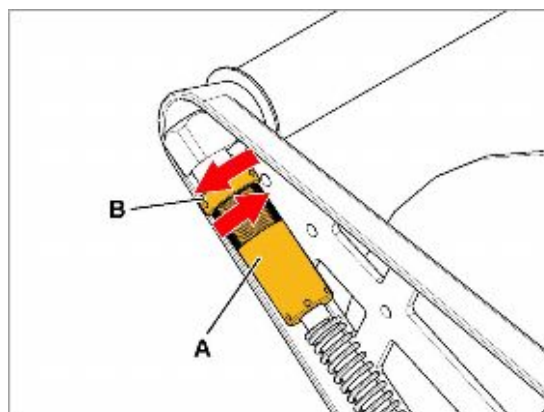

Рис. 36. Регулировка силы восстановления пружины плавающего рычага на 400-мм размотчике
1. Ослабьте стопорное кольцо (Рис. 36В). Для этого, удерживая регулировочное кольцо (Рис. 36А), поворачивайте стопорное кольцо в направлении, обратном стрелке на рисунке.
2. Чтобы *увеличить* силу восстановления пружины, поворачивайте регулировочное кольцо (Рис. 36А) в направлении стрелки на рисунке.
Чтобы *уменьшить* силу восстановления пружины, поворачивайте регулировочное кольцо (Рис. 36А) в направлении, обратном стрелке на рисунке.